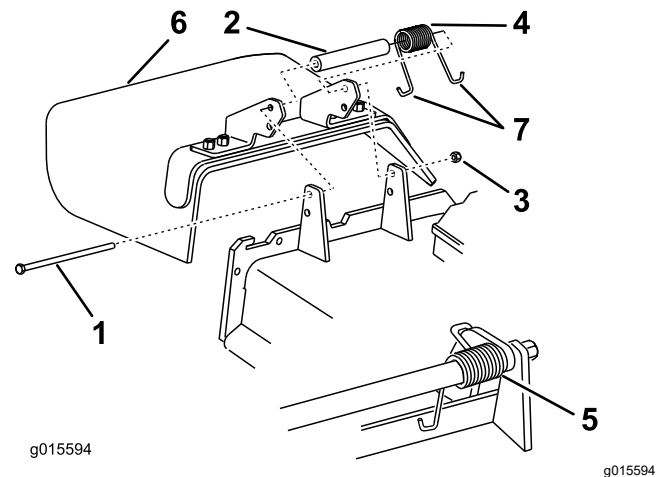

Bild 17
4. Entfernen Sie die Sicherungsmutter, Schraube, Feder und das Distanzstück, mit denen das Ablenkblech an den Drehhalterungen befestigt ist (Bild 17).
5. Entfernen Sie das Ablenkblech (Bild 17).